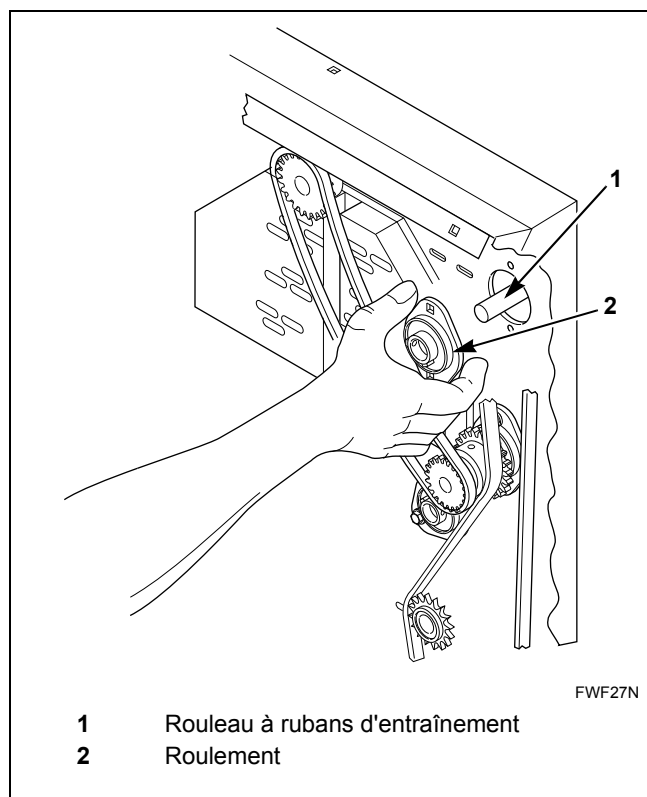

Figure 28
7. Retirer le roulement en appuyant à gauche. Se reporter à la *Figure 28*.